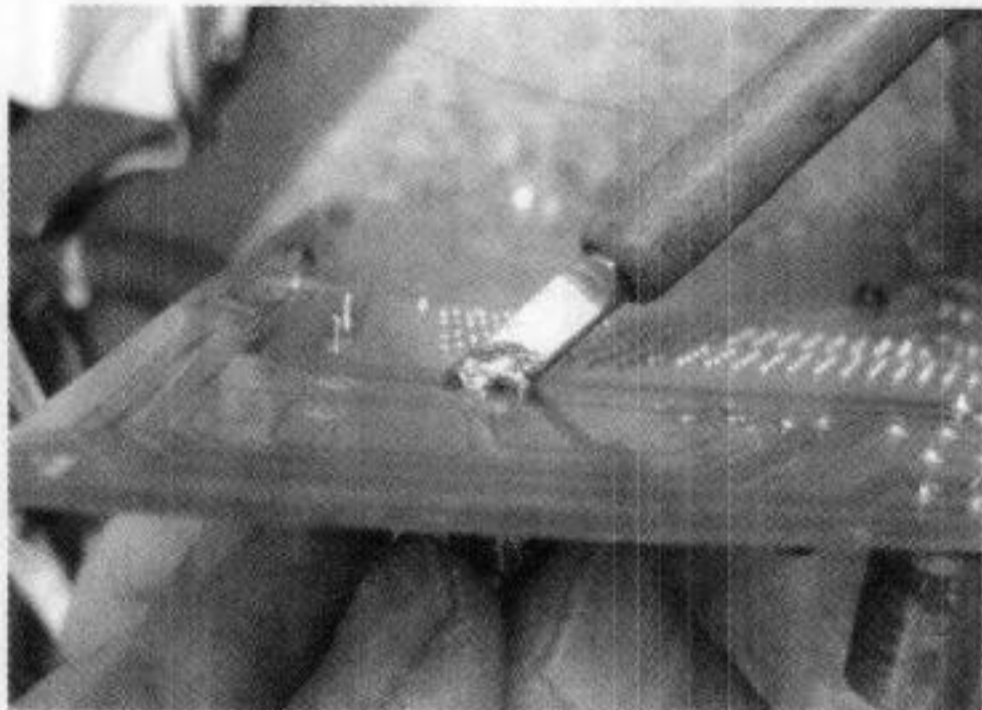

图 4-2 同时加热两个孔
(3) 右手持烙铁同时加热两个孔（如果锡不够可以稍微加一点，见图 4-2），即可顺利将电容插入。